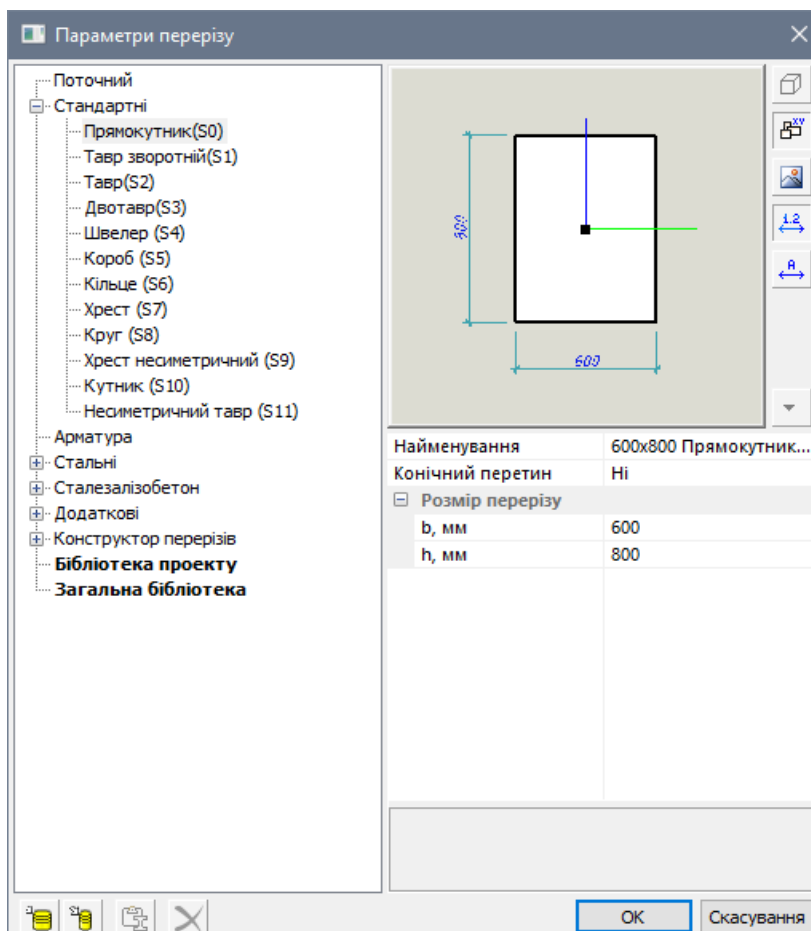

Рис. 23.5. Діалогове вікно **Параметри перерізу**
- Викличте діалогове вікно **Параметри перерізу** (рис. 23.5) натисканням по кнопці  **Переріз** у рядку властивостей інструменту **Колон**.